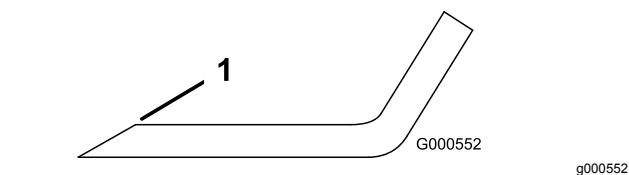

Figure 52
**Remarque:** Si la lame est déséquilibrée, limez un peu l'extrémité de la partie relevée seulement (Figure 52).